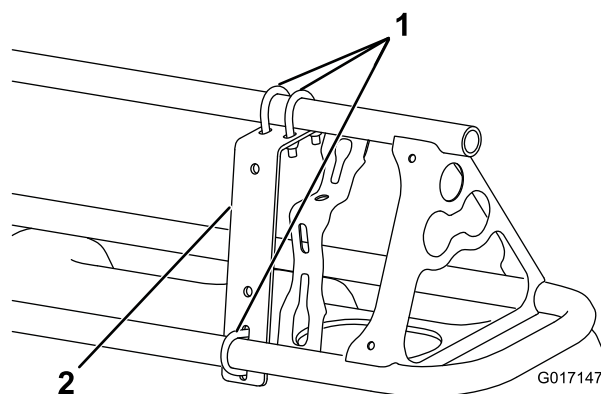
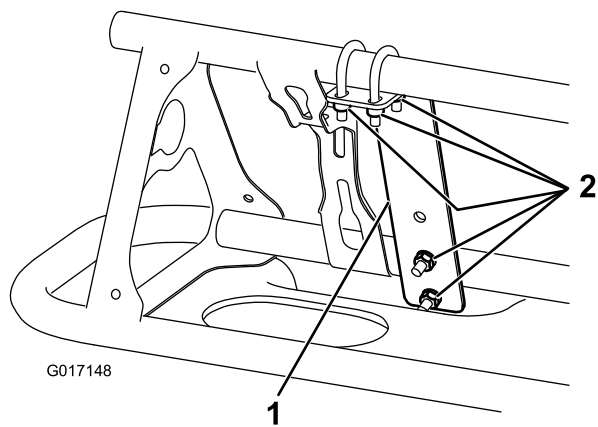

Figura 8
Figura 9
1. Installate una staffa di montaggio sul lato anteriore di ogni barra vicino all'ugello più esterno con 3 cavallotti e 6 dadi flangiati (1/4 poll.) (Figura 8 e Figura 9).